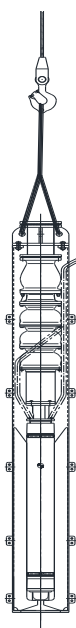
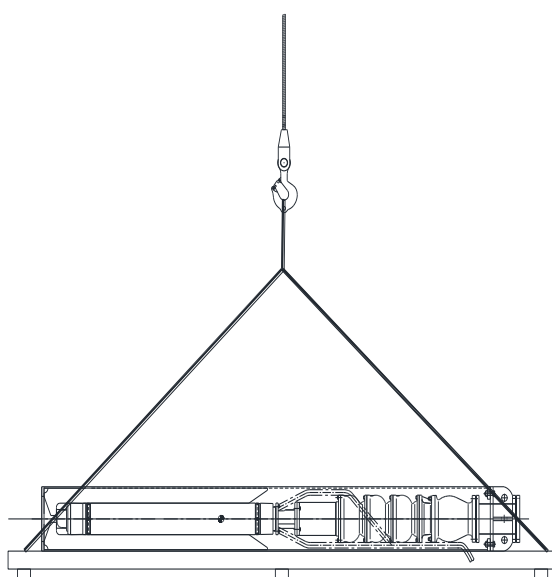

图3 潜水泵垂直吊装示意图
图4 潜水泵水平吊装示意图
4.3.1 垂直吊运时，出口向上，如图3所示。水平吊运时，使用托盘吊运，托盘上至少应设置4个起吊点，如图4所示。